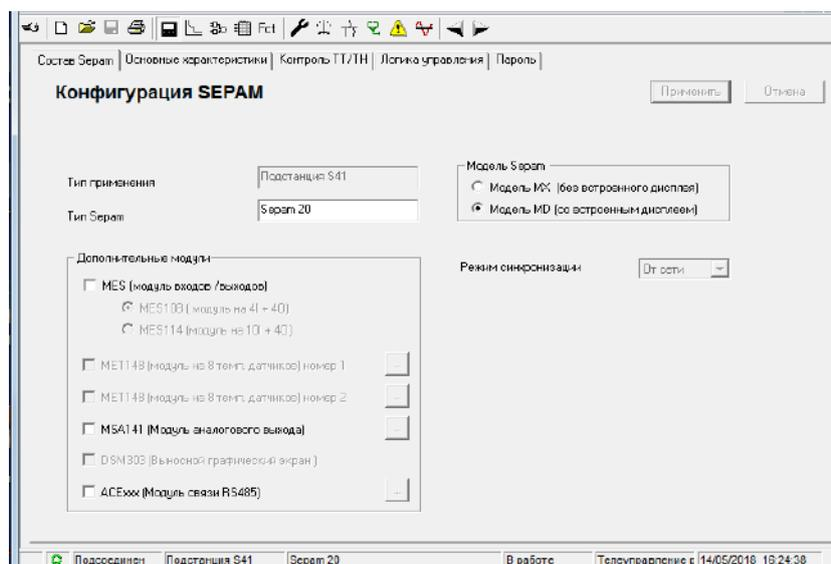

Рисунок 2.5 – Конфигурация Seram
7. Открыть вкладку «Конфигурация Seram» (рис. 2.5). В данной работе используется расширительный модуль MES114, установить «галочку» напротив. Обозначить название блока, например, «Seram 40». Модель блока выбрать «MD» (со встроенным дисплеем). В текстовом поле «Тип Seram» указать тип – МТЗ.